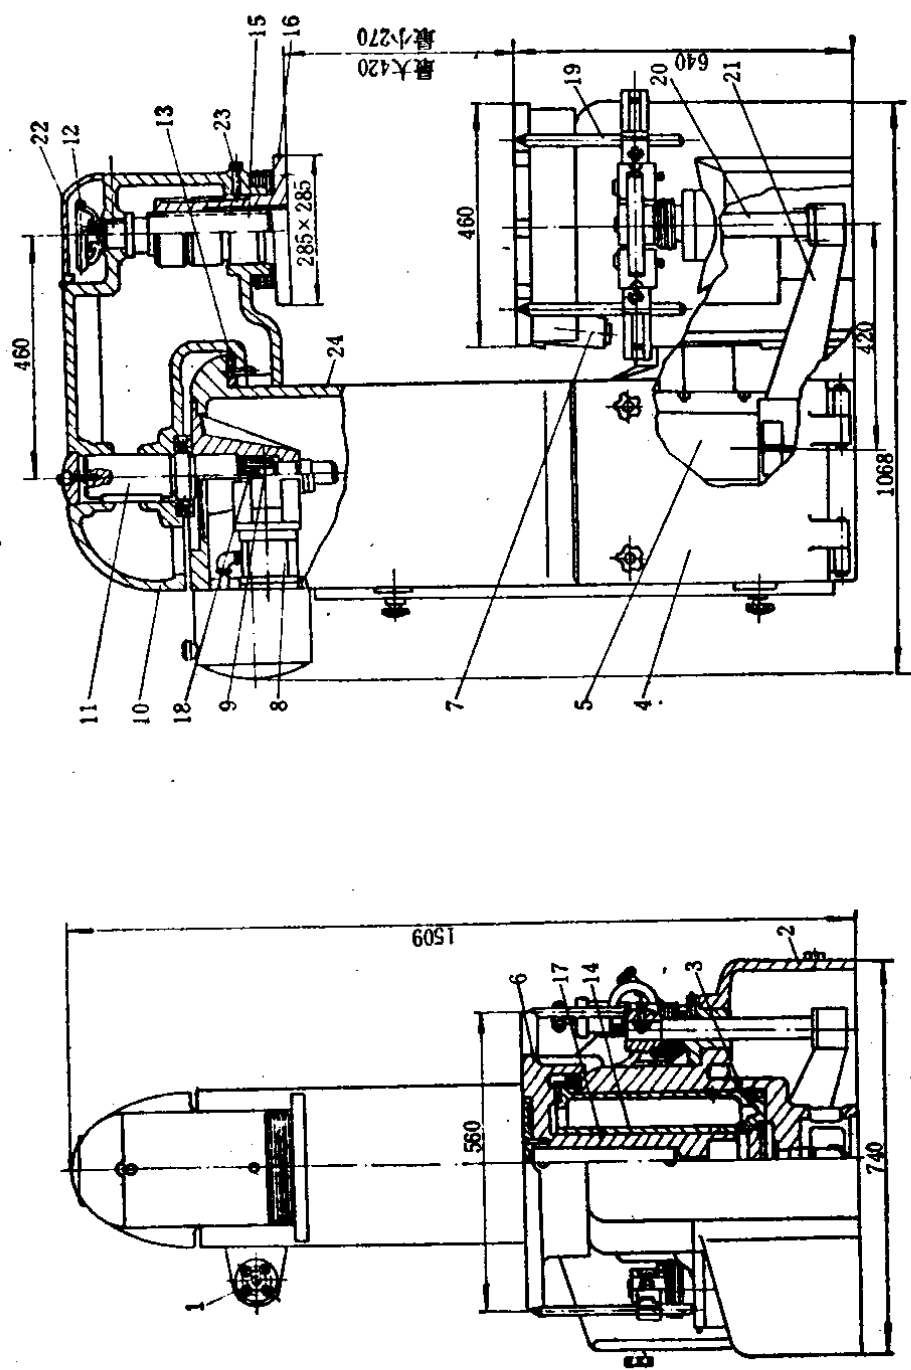

图1-1 Z145A震压造型机
1. 构造 Z 145 A 震压造型机由震压机构、压头、起模机构、气路系统等组成，如图 1-1 所示。